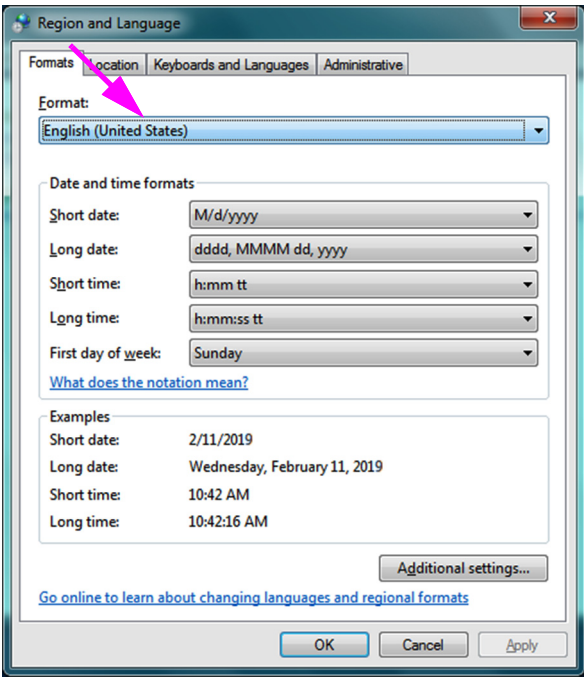
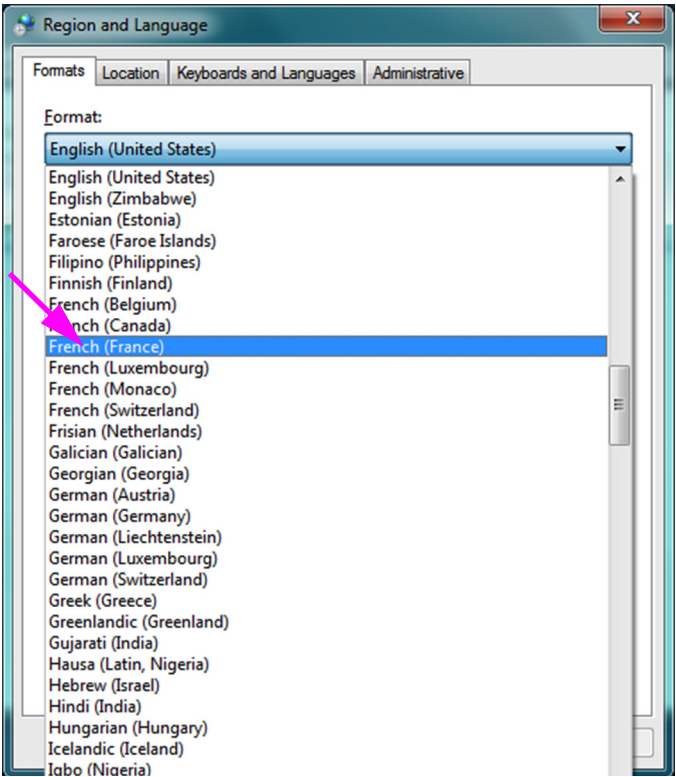

图 C-3. Region and Language （区域和语言）窗口 - Formats （格式）选项卡
图 C-4. 地区和语言 (Region and Language) 屏幕 - 下拉菜单
5. 出现 Region and Language（区域和语言）窗口。请参见图 C-3。
6. 在格式 (Format) 下拉框中选择了英语（美国）(English (United States))。单击下拉列表（请参见图 C-3 和图 C-4）中可用的语言选项。滚动列表以找到所需的语言并选择该条目。